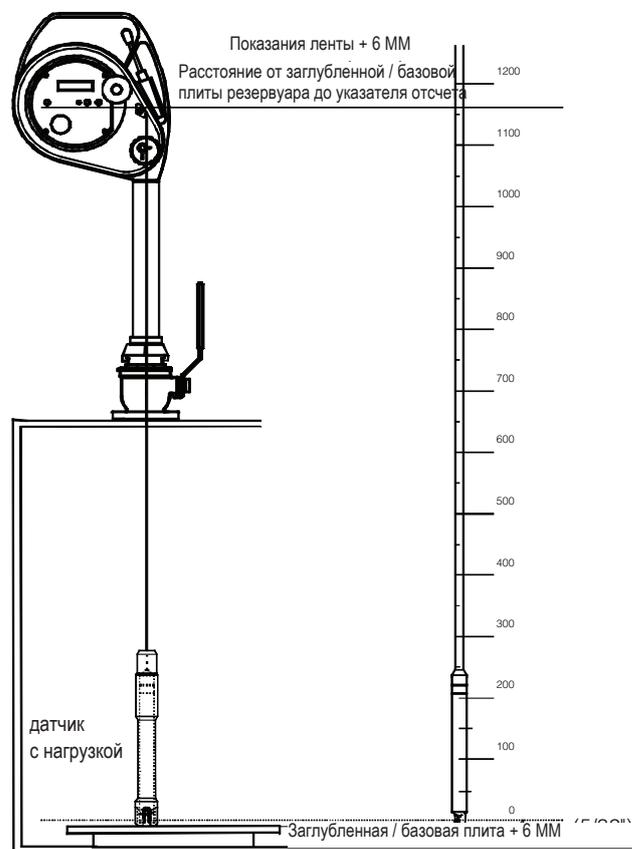

Рис. 9-9
- Когда датчик коснется заглубленной / базовой плиты резервуара, указатель отсчета покажет некоторое расстояние. См. рис. 9-9. Точное расстояние от плиты до указателя отсчета составляет показание + 6 мм или показание , что и является базовой высотой резервуара при условии, что указатель отсчета настроен на нулевой уровень незаполненного объема резервуара. Если ноль незаполненного объема резервуара находится выше или ниже указателя отсчета, необходимо выполнить дополнительную корректировку. Для получения более подробной информации см. раздел «Установка измерительной системы».